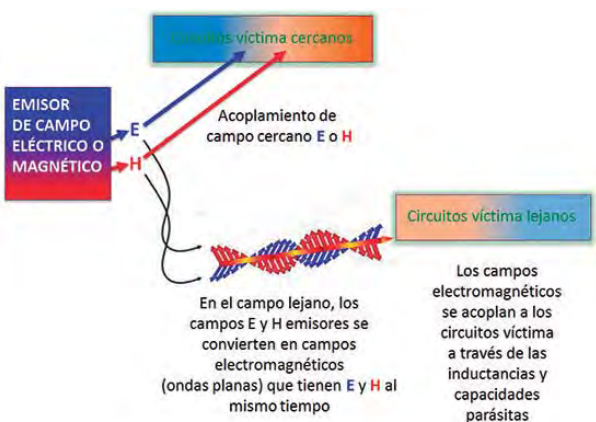

Figura 7: Ejemplo de acoplamiento de campo electromagnético
- Acoplamiento electromagnético o por radiación (figura 7).
El acoplamiento electromagnético es el último de los acoplamientos por campo y no es más que un acoplamiento conjunto de campo E y de campo H. La figura 7 muestra que en el campo lejano, los campos E y H cercanos de la fuente se han convertido en ondas planas y tienen componentes de campo E y H que se propagan al mismo tiempo. Así que cuando estas ondas planas llegan a un circuito víctima, se acoplan con su inductancia y su capacidad parásita al mismo tiempo. Así que no importa si la fuente emite un campo E o H o los dos a la vez a una frecuencia dada, si la amplitud de la onda electromagnética de campo lejano